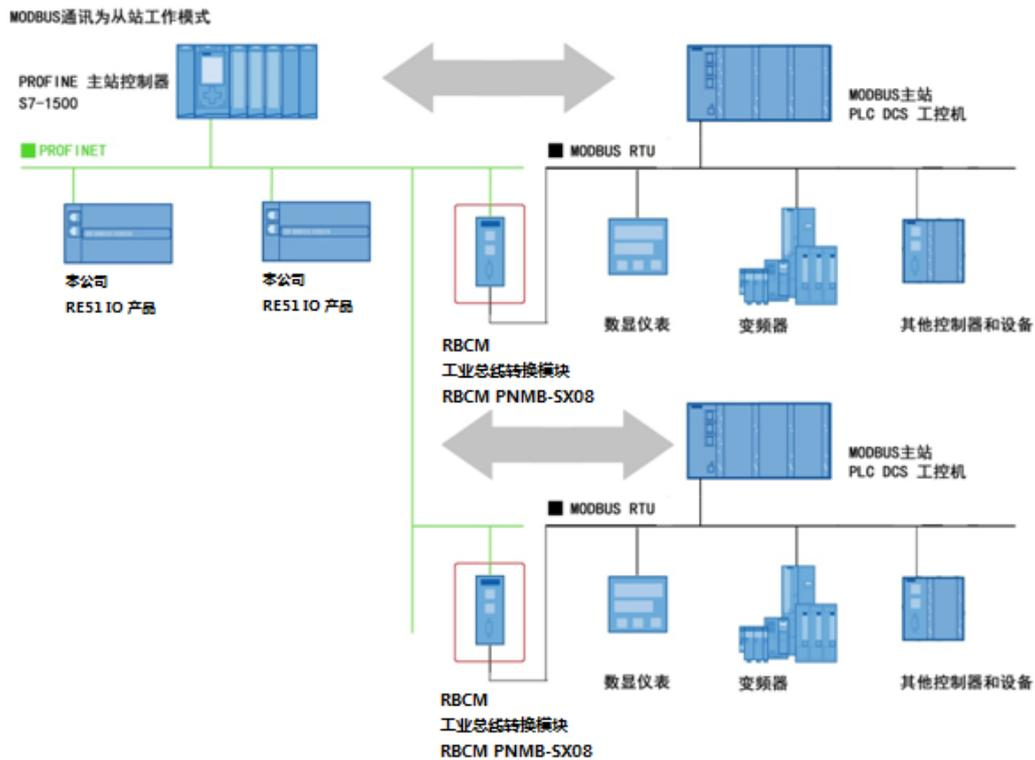

图3-3
在PLC 为主站的PROFINET系统中，RBCM PNMB-SX08(05) (03)是PROFINET从站；另外一侧，RBCM PNMB-SX08(05) (03)通过485/RS232与MODBUS 设备连接，是一个MODBUS 设备的从站，即：等待接收MODBUS 主站设备发送的MODBUS 通信报文并回答。PLC为主站的PROFINET系统中使用RBCM PNMB-SX08(05) (03)将MODBUS 主站设备或一个MODBUS局域网连接到PROFINET上。如图3-3。